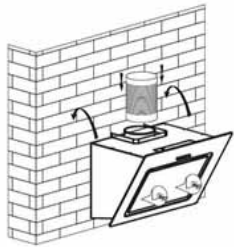

Abb. 3
5. Setzen Sie eine selbstschneidende Schraube (ST4\*30 mm) in die Sicherungslöcher und ziehen Sie sie vollständig an, um sicherzustellen, dass die Abzugshaube fest sitzt (siehe Abb. 3).
5. Introduceți șurubul autofiletant ST4\*30 mm în orificiul de siguranță pentru a vă asigura că hota este bine fixată. Vezi Fig. 3